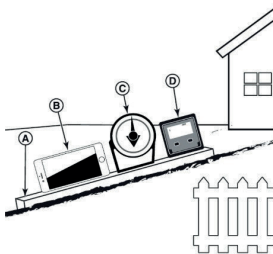

FIG.1
1. USE UMA RÉGUA DE PELO MENOS 2 (DOIS) PÉS DE COMPRIMENTO (A, FIG. 1). UM 2X4 OU UM PEDAÇO RETO DE METAL TAMBÉM FUNCIONA.
2. FERRAMENTAS DE LOCALIZAÇÃO DE ÂNGULOS: UMA. USE SEU SMARTPHONE: MUITOS SMARTPHONES (B, FIG. 1) TÊM UM CLINÔMETRO (MEDIDOR DE ÂNGULO).
B. USE AS FERRAMENTAS DO LOCALIZADOR DE ÂNGULOS: AS FERRAMENTAS DE LOCALIZAÇÃO DE ÂNGULOS (C E D, FIG. 1) ESTÃO DISPONÍVEIS EM LOJAS DE HARDWARE LOCAIS OU ON-LINE (TAMBÉM CHAMADAS DE CLINÔMETRO, PROTRACTOR, MEDIDOR DE ÂNGULO OU MEDIDOR DE ÂNGULO). O TIPO DE MOSTRADOR (C) OU O TIPO DIGITAL (D) FUNCIONAM, OUTROS NÃO. LEIA E OBEDEÇA ÀS INSTRUÇÕES DE USUÁRIO FORNECIDAS COM A FERRAMENTA DE LOCALIZAÇÃO DE ÂNGULOS.